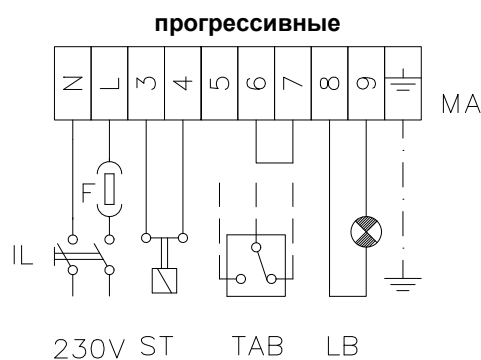
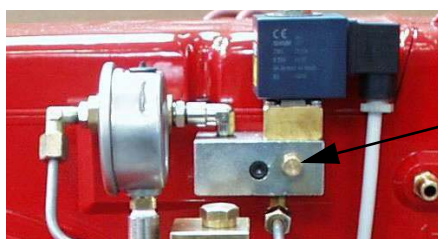

Рис. 10
Рис. 14 - Распределительный блок дизтоплива (PG60)
- 9 Давление питания форсунки уже отрегулировано заранее на заводе-изготовителе и не должно изменяться. Только в случае необходимости, отрегулировать давление питания (см. соответствующий параграф) следующим образом: установить манометр в положение, указанное на Рис. 14, воздействовать на регулировочный винт **VR** насоса (см. Рис. 13) до получения на форсунке давления в 20 бар (форсунки Bergonzo - см. график на Рис. 10);
- 16 Сместить **кулачок III** (малое пламя) в сторону минимальной мощности, с тем, чтобы сервопривод начал закрываться, до тех пор, пока два подшипничка не совместятся с регулировочным винтом, относящимся к самой низкой точке: закручивать винт **V** для увеличения расхода, откручивать - для уменьшения, с целью получения значения давления, как на графике на Рис. 10, на основании требуемого расхода.